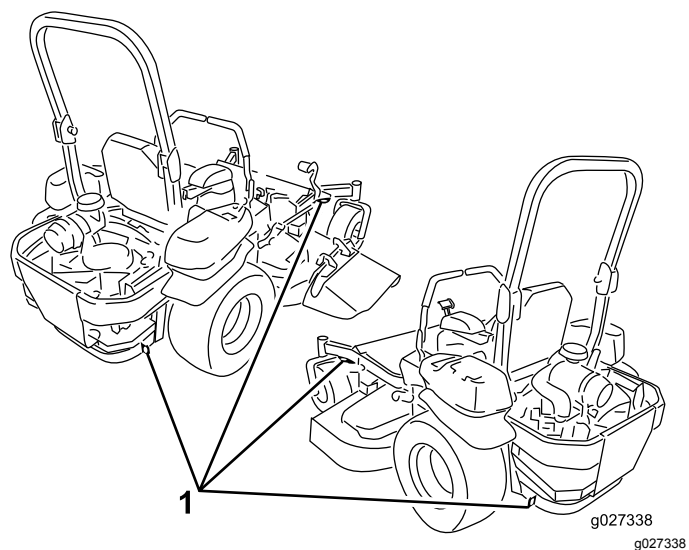

Figura 43
6. Amarre la máquina junto a las ruedas giratorias delanteras y el guardabarros trasero con correas, cadenas, cables o cuerdas (Figura 43). Consulte la normativa local respecto a los requisitos de amarre.